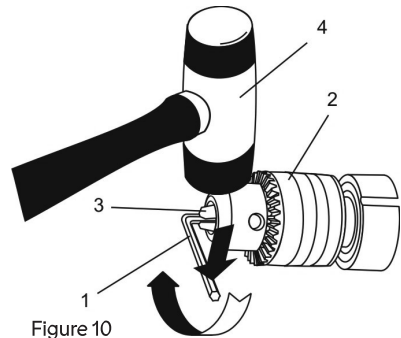
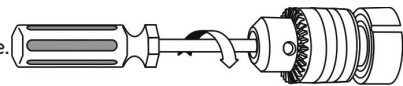

Figure 10
Figure 11
2. Insérer une clé hexagonale (1) de $5/16$ po / 8 mm ou plus dans le mandrin (2), puis serrer fermement les mâchoires du mandrin (figure 10). S'assurer que la totalité des mâchoires (3) du mandrin épouse les surfaces plates de la clé hexagonale.
3. À l'aide d'un maillet (4), taper fortement la clé hexagonale dans le sens horaire. Cette action va desserrer la vis dans le mandrin pour un retrait facile.
6. Retirer la vis de mandrin à l'aide d'un tournevis n° 2 \oplus (figure 11).